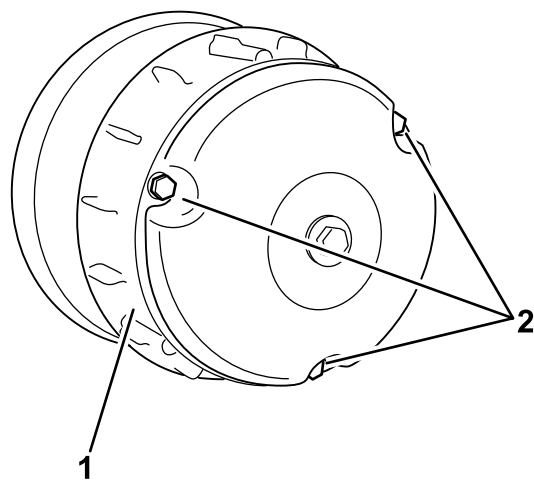

Figura 66
- Coloque a tampa da embraiagem e fixe-a com os 3 parafusos (Figura 66) que retirou em 2.
- Retire os 3 parafusos que fixam a tampa à embraiagem e retire a tampa (Figura 66).